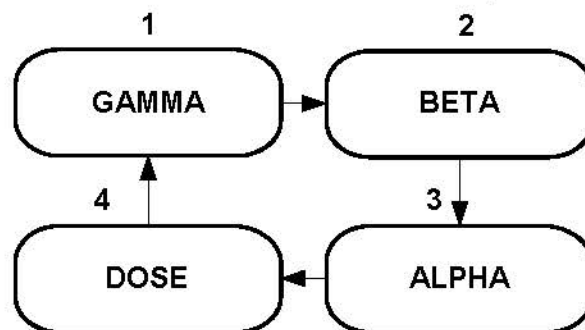
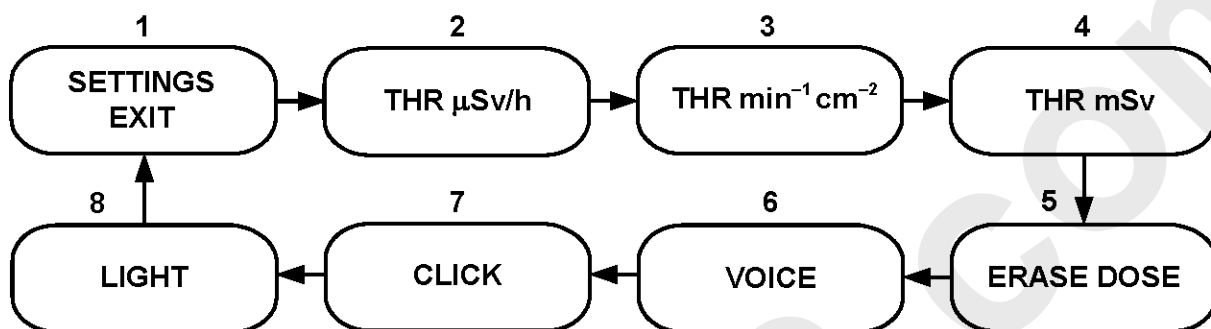

Рис. 2 Схема переключения режимов работы прибора
Рис. 3 - Схема переключения установок сигнализаций
б) переключение режимов работы осуществляется кратковременным нажатием (менее 1 с) кнопки «**MODE**» согласно схеме представленной на Рис. 2;
в) При длительном (более 2 с) нажатии кнопки «**MODE**» в любом из режимов «**GAMMA**», «**БЕТА**», «**ALPHA**» или «**DOSE**» прибор переходит в меню установок (на дисплее - «**SETTINGS EXIT**»). Установки сигнализаций циклически меняются по кругу кратковременными (менее 1 с) нажатиями кнопки «**MODE**» согласно схеме представленной на Рис.3. Выход из меню установок в основное меню режимов работы (Рис.2) – длительное удержании кнопки «**MODE**» при индикации на дисплее «**SETTINGS EXIT**».
Включить питание прибора (однократно нажать и отпустить кнопку «**POWER**»). При длительном (более 2 с) нажатии кнопки «**MODE**» в любом из режимов «**GAMMA**», «**DOSE**» «**BETA**» или «**ALPHA**», прибор переходит в меню установок (Рис.3), и на дисплее первоначально индицируется «**SETTINGS EXIT**». Кратковременными нажатиями кнопки «**MODE**» установить в верхней строке дисплея режим установки «**VOICE**» (Рис.3). Режим речевого озвучивания измерения мощности дозы «**PEREODICAL**», «**MANUAL**» или «**OFF**» (на нижней строке) выбирается путём длительного удержания кнопки «**MODE**»:
ВНИМАНИЕ. В режиме «**GAMMA**» (при включённом «ручном» озвучивании - «**MANUAL**») кратковременное нажатие кнопки «**MODE**» включает только речевое сообщение (и подсветку дисплея), но не изменяет режимов работы прибора согласно Рис.2. Прибор постоянно находится
в режиме измерения «**GAMMA**». Выход в меню установок (Рис.3) - длительное удержание кнопки «**MODE**».
Включить питание прибора (однократно нажать и отпустить кнопку «**POWER**»). При длительном нажатии (более 2 с) кнопки «**MODE**» прибор переходит в меню установок (Рис.3). При индикации в верхней строке дисплея «**CLICK**» режим работы звуковой сигнализации интенсивности излучения («**ON**» или «**OFF**» в нижней строке) выбирается путем длительного удержания (более 2 с) кнопки «**MODE**»:
Включить питание прибора (однократно нажать и отпустить кнопку «**POWER**»). При длительном нажатии (более 2 с) кнопки «**MODE**» прибор переходит в меню установок (Рис.3). При индикации в верхней строке дисплея «**LIGHT**» длительность подсветки дисплея (в нижней строке) регулируется путем длительного удержания (более 2 с) кнопки «**MODE**»:
Включить питание прибора (однократно нажать и отпустить кнопку «**POWER**»). При длительном нажатии (более 2 с) кнопки «**MODE**» прибор переходит в меню установок (Рис.3). При индикации на дисплее «**THR $\mu\text{Sv/h}$** » путем длительного удержания (более 2 с) кнопки «**MODE**» прибор переключается в подменю установки порога сигнализации мощности дозы и на дисплее индицируется «**9999.9 $\mu\text{Sv/h}$** ».
Включить питание прибора (однократно нажать и отпустить кнопку «**POWER**»). При длительном нажатии (более 2 с) кнопки «**MODE**» прибор переходит в меню установок (Рис.3). При индикации на дисплее «**THR $\text{min}^{-1} \text{cm}^{-2}$** » путем длительного удержания (более 2 с) кнопки «**MODE**» прибор переключается в подменю установки порога сигнализации плотности потока бета-частиц и на дисплее индицируется «**99999 $\text{min}^{-1} \text{cm}^{-2}$** ».
Включить питание прибора (однократно нажать и отпустить кнопку «**POWER**»). При длительном нажатии (более 2 с) кнопки «**MODE**» прибор переходит в меню установок (Рис.3). При индикации на дисплее «**THR mSv**» путем длительного удержания (более 2 с) кнопки «**MODE**» прибор переключается в подменю установки порога сигнализации интегральной дозы и на дисплее индицируется «**999.999 mSv**».
Сброс (обнуление) интегральной дозы осуществляется в подменю установок (Рис.3) длительным (более 2с) двойным нажатием кнопки «**MODE**» при индикации на дисплее «**ERASE DOSE**».
- перезапустить режим «**БЕТА**» прибора кнопкой «**MODE**» (см. Рис. 2) и при достижении статистической погрешности менее 20%, зафиксировать среднее фоновое показание дисплея N_{ϕ} , част./($\text{мин} \cdot \text{см}^2$);